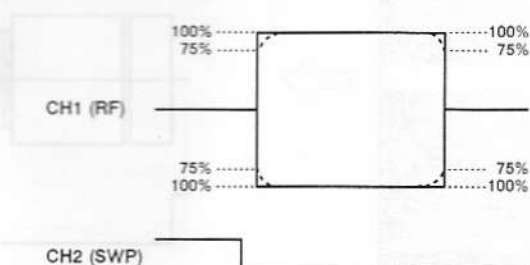

Fig. 4-4
- 3) Check that the flatness of the RF waveform is 75% or more as shown in Fig. 4-4.
- 3) 図4-4のように、RF波形の平坦度が75%以上あることを確認する。